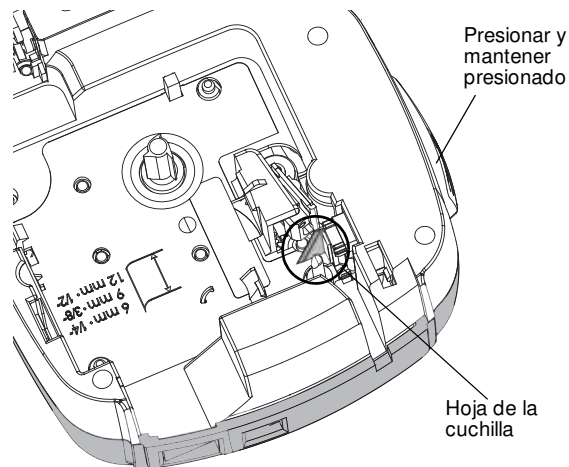

Figura 7
- 2 Presione y mantenga presionado el botón de la cuchilla para exponer su hoja. Consulte la Figura 7.